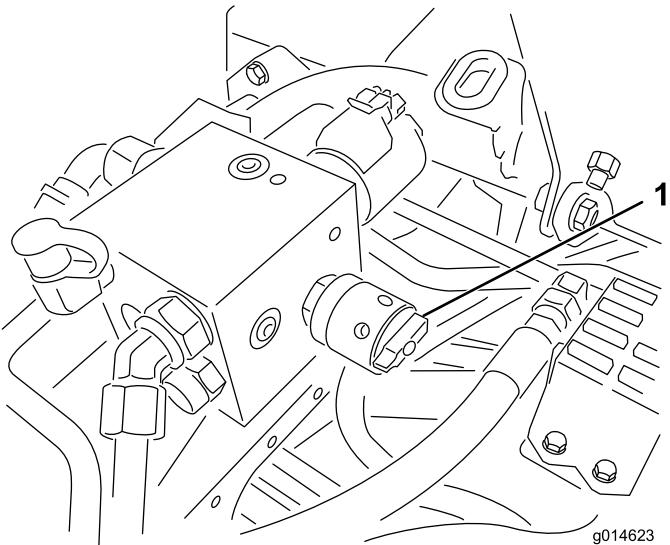

図 38
- リールの速度を設定するには、ノブ（図 38）を回して、ノブの矢印を、所定の番号に合わせる。